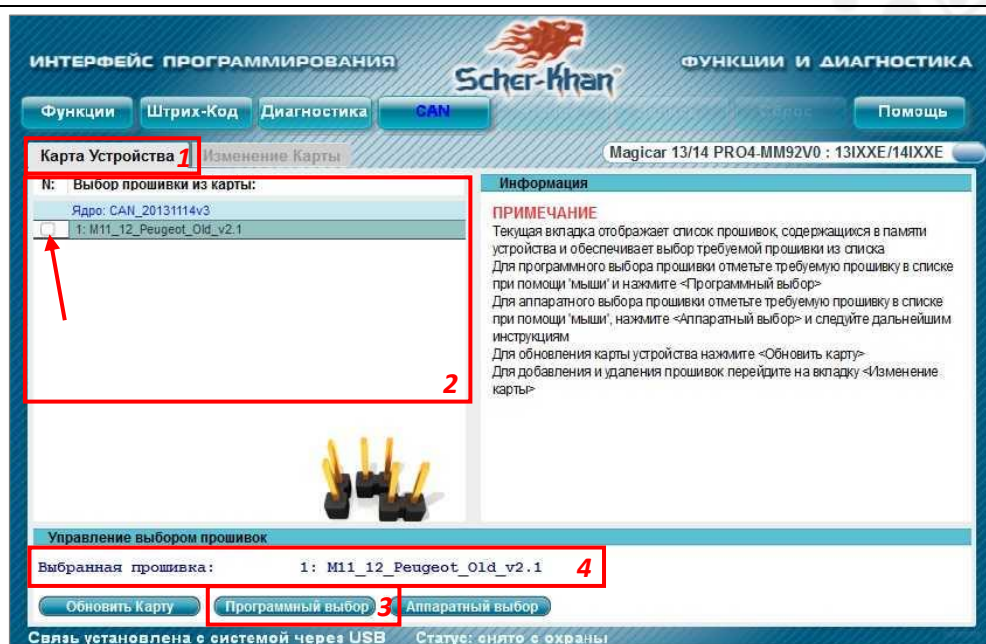

Рис. 6: OpWin - вкладка «CAN/Карта устройства»
- переходим на вкладку «**CAN**» (1)
- переходим на вкладку «**Изменение карты**» (2)
- в поле «**Выбор прошивки из карты**» отображаются уже загруженные прошивки в устройство (3)
- нажимаем кнопку «**Добавить новую**» (4)
- после этого прошивка должна загрузиться в блок и отобразиться в списке прошивок (3)
- переходим на вкладку «**Карта устройства**» (5) (см. рис. 6)